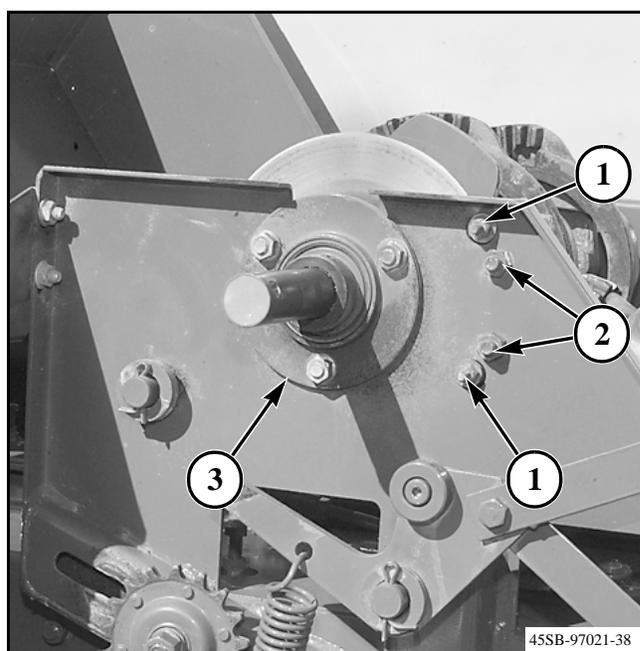

FIG. 47
FIG. 47: Quite las tuercas de bloqueo de los pernos de tensión (1) del freno de la anudadora. Quite las arandelas planas, los resortes y los pernos del conjunto del freno de la anudadora. Quite la tuerca exterior de los pernos de montaje (2) que sujetan las placas del conjunto del freno al bastidor de la anudadora. Quite las placas del conjunto del freno y los pernos de montaje del bastidor de la anudadora.